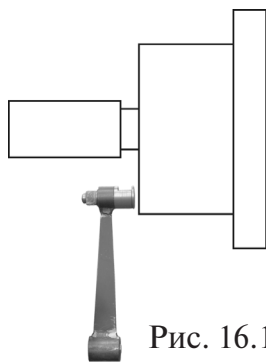

Рис. 16.1
16.2. Калибровка устройства измерения дистанции . Для оценки погрешности устройства ввода дистанции выдвиньте штангу ввода параметров и уприте ее палец в задний торец фланца вала, как показано на рис.16.1. При этом на индикаторах 1 отображается символ А, а на индикаторах 4 величина введенной дистанции. Если величина дистанции на индикаторах 4 не равна $4,6 \pm 0,2$, то устройство ввода дистанции требует калибровки.